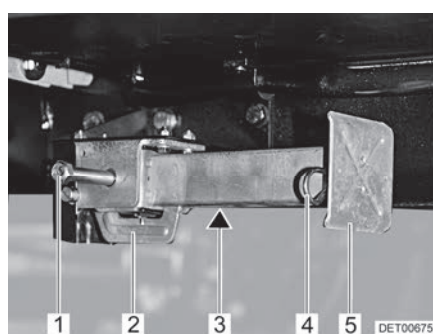

Fig. 48 Apoyo de elevación
- Colocar la llave de vaso en el hexágono (Fig. 48,1) y girarla hasta que el apoyo de elevación quede verticalmente hacia abajo.
- En caso de que la longitud del apoyo de elevación sea ajustable, extraer la clavija hendida (Fig. 48,4) de la prolongación del pie de apoyo (Fig. 48,5).
- Colocar la llave de vaso en el hexágono (Fig. 48,1) y girarla hasta que el apoyo de elevación esté de nuevo libre del suelo.
- Introducir totalmente la prolongación del pie de apoyo (Fig. 48,5) e introducir la clavija hendida (Fig. 48,4) en el orificio previsto para ello que hay en la prolongación del pie de apoyo.
- Girar el hexágono (Fig. 48,1) hasta que el apoyo de elevación se haya girado hacia arriba y la guía (Fig. 48,2) tenga contacto con el extremo de la ranura (Fig. 48,3).